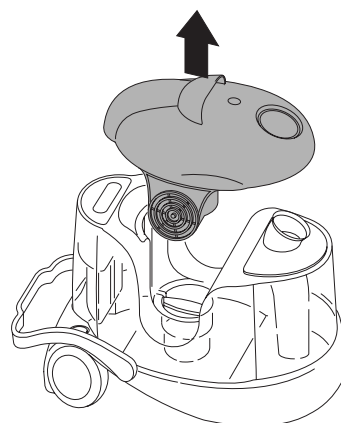

fig. 2
- Verwijder het deksel van de motor **C** (fig. 2).